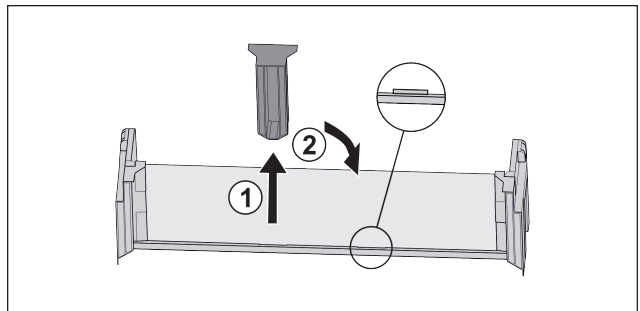

Fig. 96
- ▶ Extraire la pièce de retenue centrale Fig. 96 (1).
- ▶ Insérer la pièce de retenue centrale en deuxième position Fig. 96 (2).